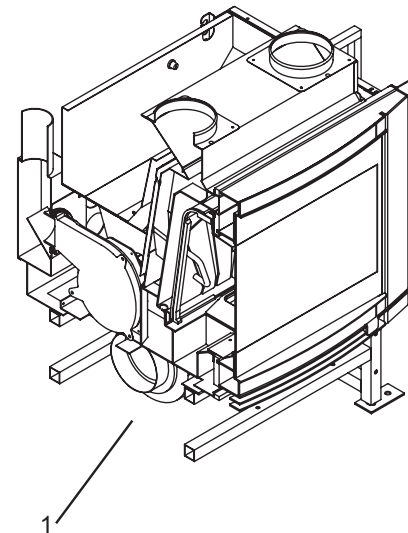

Fig. 6.3.2
Le ventilateur de l'air (1) est placé au bas de la partie arrière du poêle (Fig. 6.3.2).